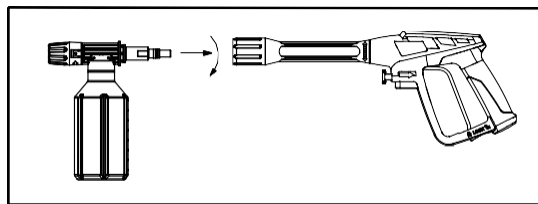

Figura 8 - Atașarea aplicatorului la pistol
4. Atașați aplicatorul de detergent la pistol. (A se vedea figura 8)